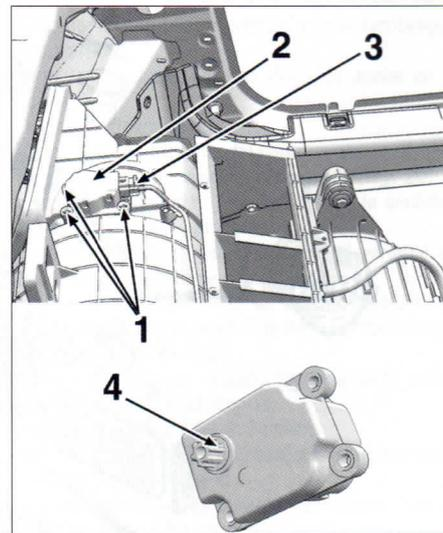

FIG. 9
Desmontar los tornillos (1) (fig. 9)